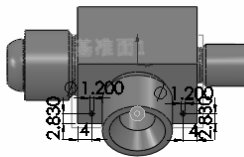

图 7-71 “切除-拉伸”属性管理器
(7) 创建保险孔。单击“特征”工具栏中的 (拉伸切除) 按钮, 或选择菜单栏中的“插入”→“凸台/基体”→“切除”命令, 系统弹出“切除-拉伸”属性管理器; 设置切除终止条件为“两侧对称”, 在 (深度) 文本框中输入“20”, 如图 7-71 所示, 单击 (确定) 按钮, 完成两个保险孔的创建。